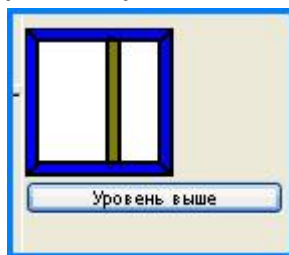

Рис. 39. Окно просмотра слоев с кнопкой уровень выше
1.2.7 Окно просмотра слоев (Рис. 39)